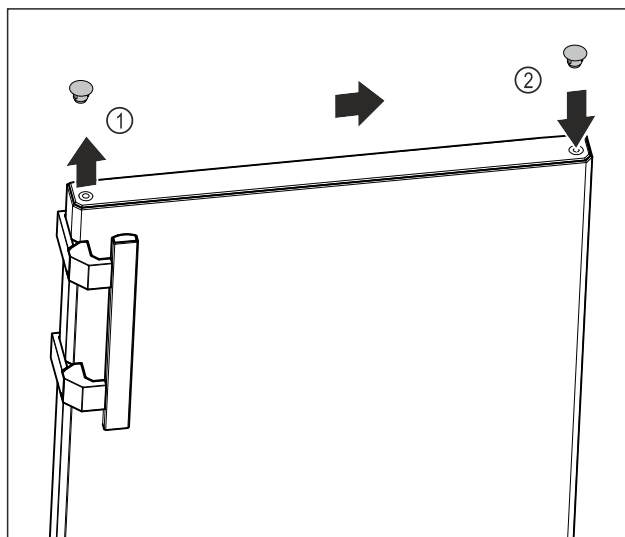

Fig. 13
- ▶ Afdekdop van de bovenkant van de deur Fig. 13 (1) voorzichtig optillen met een platte schroevendraaier.
- ▶ Plaats de afdekdop aan de andere kant. Fig. 13 (2)